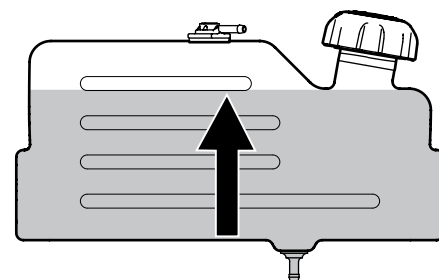

Figura 2-27
2. Abasteça com gasolina. Use gasolina limpa, nova (não mais do que 30 dias da compra) e sem chumbo. Encha o tanque até a base do tubo de abastecimento para dar espaço para a expansão do combustível. NÃO ENCHA O TANQUE ATÉ A BOCA. Veja Figura 2-27.